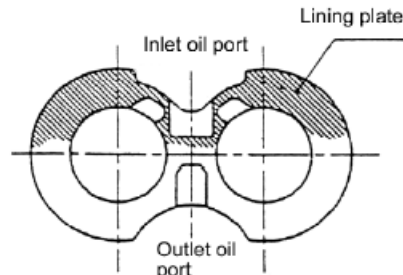

Fig. 5-24
b) Lining plate inspection (See Fig. 5-24)